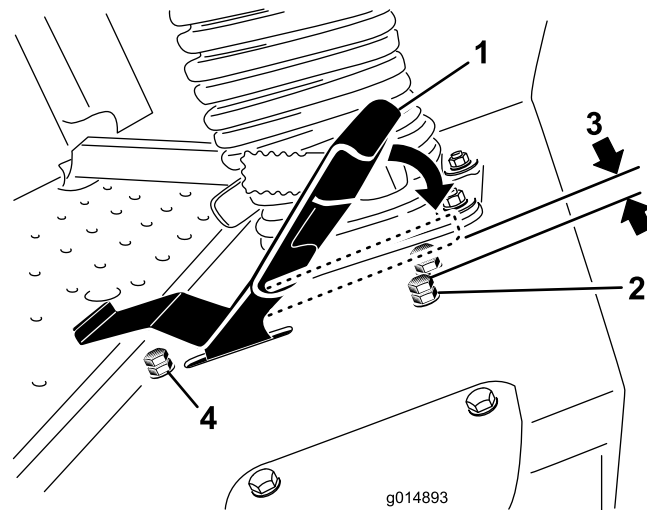

Figura 39
3. Solte a porca de bloqueio no parafuso de bloqueio do pedal de tracção (Figura 39).